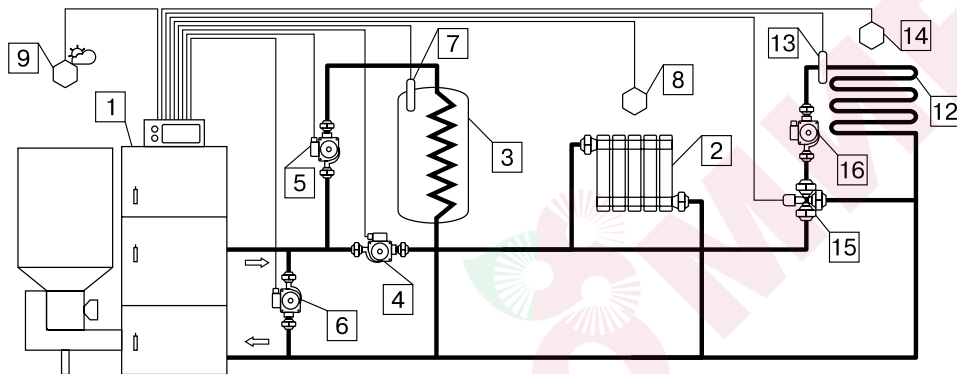

Рис.9. Упрощенная схема подключения котла с уломрециркуляции.
7.6. Монтаж котла производится в соответствии с принятым вариантом схемы отопления. Упрощенные примеры схем подключения котла приведены на Рис.9; 10.